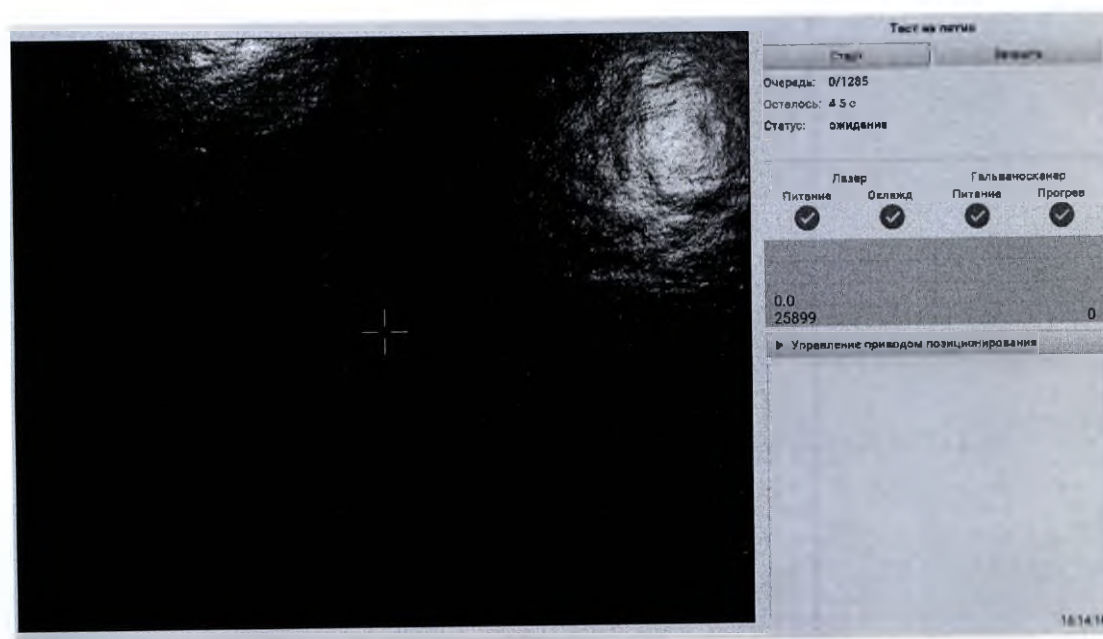

Рис. 8.11: Окно теста на пятно (начало)
- На открывшейся панели нажмите кнопку *Начать*. Появится окно теста (рис. 8.11).